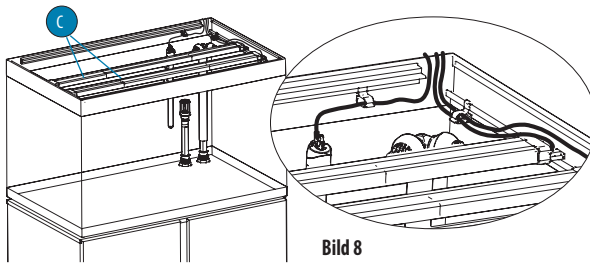

Bild 8
1. Placera försiktigt LED-belysningsknan (C) på den övre ramens löpare i slutläget.
2. Dra ut kablarna till LED-belysningsknan ur akvariet (bild 8).